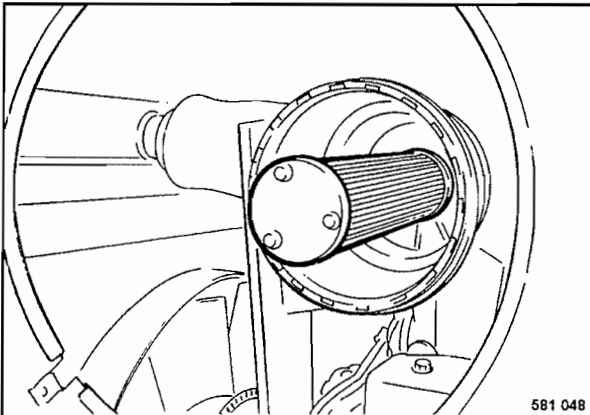

Fig. 109
- Extraer el elemento de seguridad (Fig. 109) con ligeros movimientos giratorios.